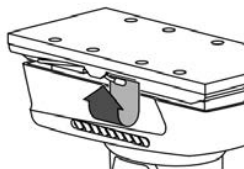

Fig. 2 - Desenho demonstrativo do prendedor da lixa
Para a instalação da lixa, puxe os prendedores da lixa (6), Fig. 2: